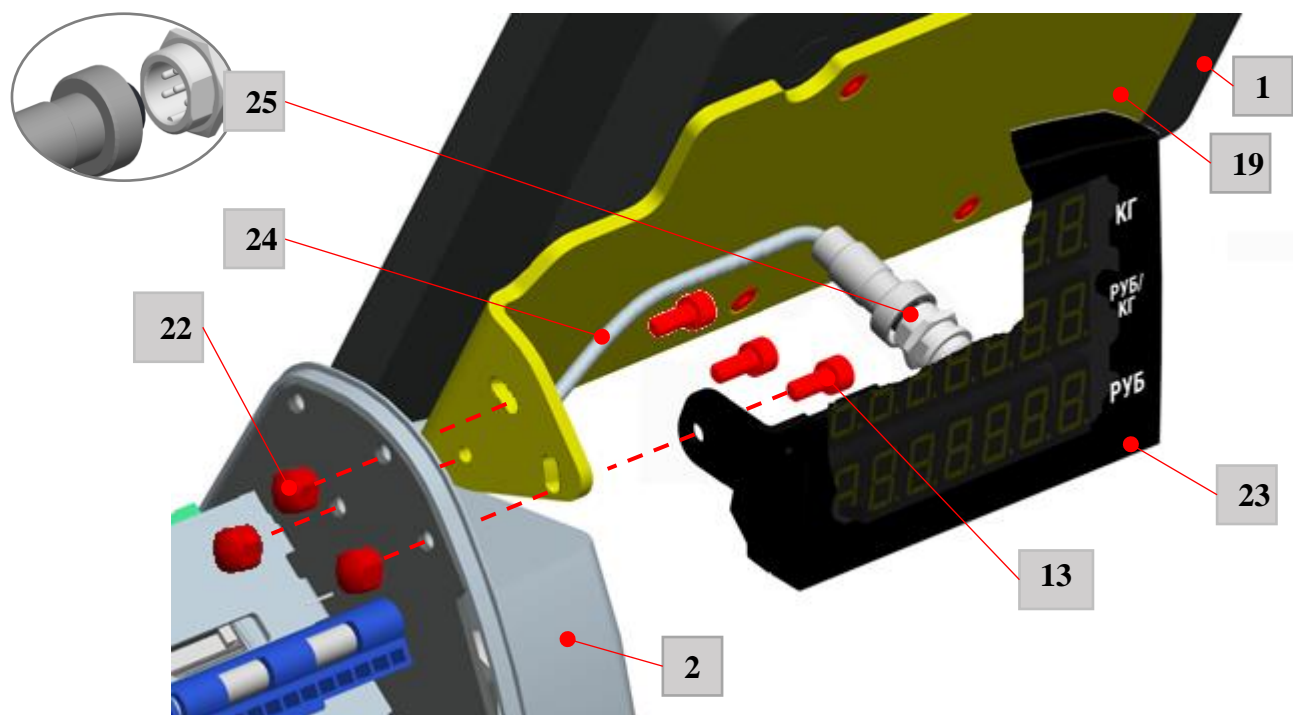

Рисунок 4 – Установка индикатора со стороны покупателя
- откройте крышку устройства печатающего [12] (на рис. 4 не показана);